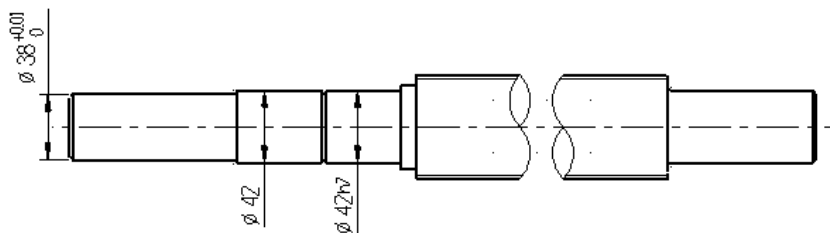

图 4.1.91 标注尺寸
Step5. 标注图 4.1.91 所示的尺寸。
(2) 设置标注参数。在“尺寸标注”工具栏中单击  按钮使其处于按下状态，添加直径符号；单击  按钮，系统弹出“自定义选项”对话框。在“自定义选项”对话框中单击 **尺寸属性** 选项卡，在 **公差** 区域的 **设置** 子区域的下拉列表中选择 **DIN** 选项，然后分别在 **DIN 字符:** 文本框中输入 h ，在 **DIN 数值:** 文本框中输入值 7。单击  按钮退出“自定义选项”对话框。
(3) 放置尺寸。在图 4.1.91 所示的位置放置尺寸。